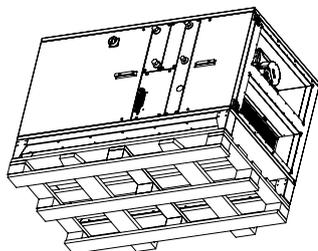

Рис. 3:
- В случае перемещения на вилочном погрузчике изделие должно опираться основанием на вилы погрузчика или на поддон, при этом центр тяжести изделия должен находиться внутри вилок (см. рис. 3).